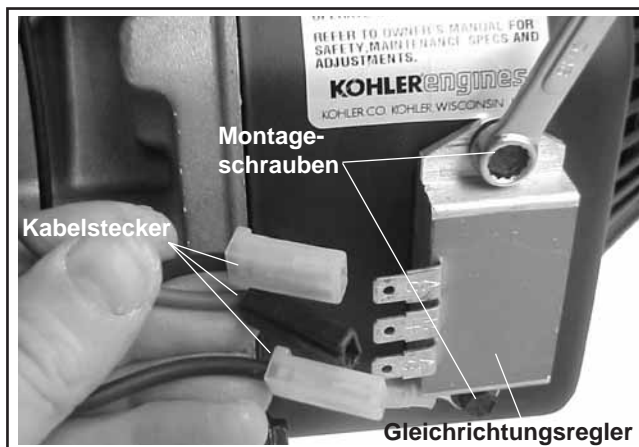

Abbildung 9-20. Gleichrichtungsregler entfernen.
1. Entfernen Sie den oder die Anschlüsse vom Gleichrichtungsregler. Siehe Abbildung 9-20.